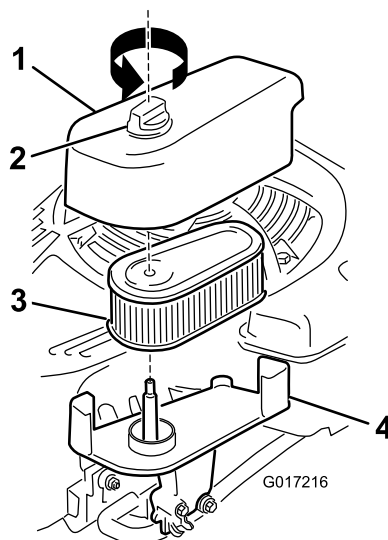

Figure 28
1. Retirez la fixation du couvercle du filtre à air et déposez le couvercle (Figure 28).